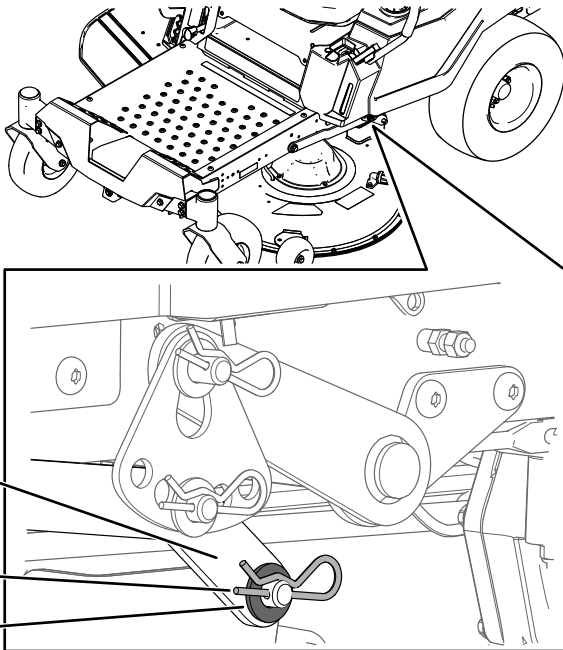

Figura 75
6. En un lado de la máquina, retire la arandela y la chaveta del pasador de la carcasa (Figura 75).
7. Retire el brazo de elevación del pasador de la carcasa (Figura 75).
5. En un lado de la máquina, levante la parte trasera de la carcasa de corte e instale el brazo de elevación en el pasador de la carcasa (Figura 75).
6. Instale el brazo de elevación usando la arandela y la chaveta (Figura 75).